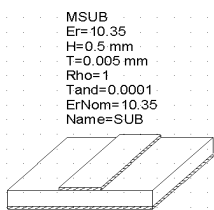

Рис. 3.166
6. Элемент подложки поместим в **Global Definitions** (Глобальные определения), откуда она будет доступна для всех схем в проекте, которые могут потребоваться. Дважды щёлкните по **Global Definitions** в левом окне проекта. Откройте вкладку **Elem** в левом окне проекта, щёлкните мышкой по **Substrates** и перетащите в правое окно элемент **MSUB**. Дважды щёлкните по этому элементу и введите **Er=10.35**, **H=0.5**, **T=0.005**, **Tand=0.0001** и **ErNom=10.35**, нажмите **OK** (рис. 3.166).